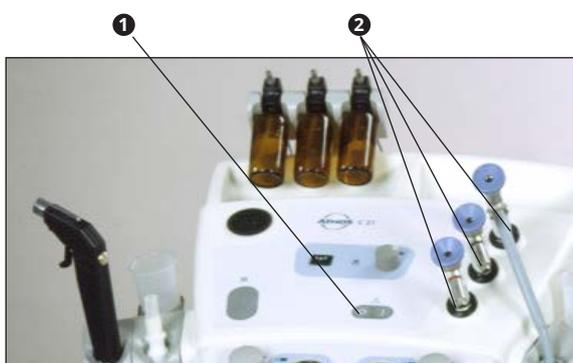

Fig. 26. Chauffe-endoscope
- Le chauffage d'optiques se met en service lors de l'actionnement de l'interrupteur général (❶, fig. 26).